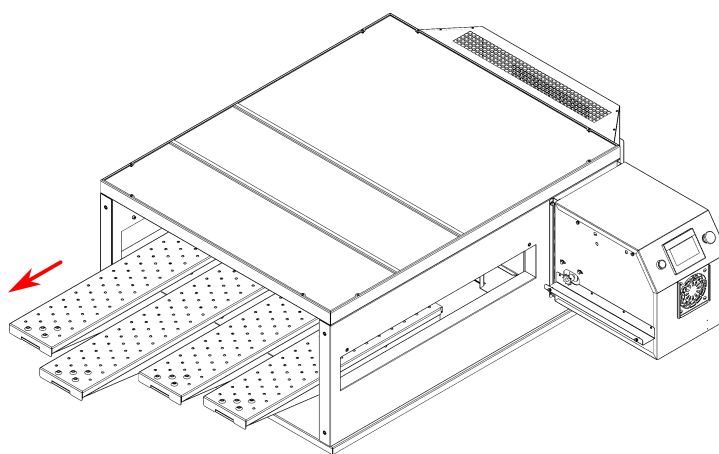

Рисунок 13
10. Снимите четыре воздуховода нижних, см. Рис. 13. Для этого возьмите каждый воздуховод за его конец, приподнимите и вытащите.